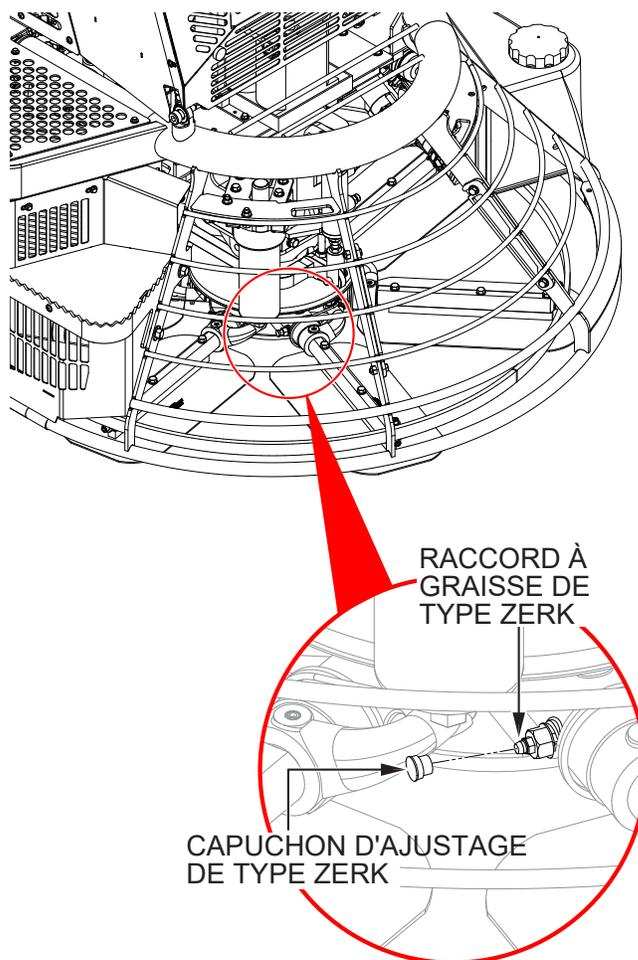

Figure 44. Lubrification de l'araignée
1. Localisez l'un des raccords de graisse Zerk sur l'un ou l'autre des assemblages d'araignées (Figure 44), enlevez le capuchon du raccord Zerk et mettez-le de côté.